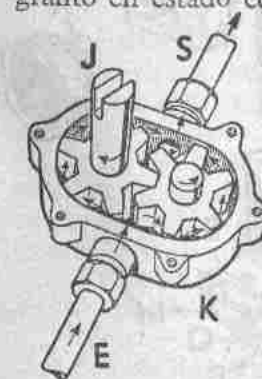

Fig. 136.—Bomba de engranajes.
**DETALLES DE LA LUBRICACIÓN.—Bombas.**—Las más empleadas son las de engranajes (fig. 136): en un pequeño cárter *K* se encierran dos piñones engranados; uno de ellos *J* recibe, por este árbol, movimiento del motor, y arrastra al otro. Al girar como marcan las flechas, los entredientes van recogiendo aceite que entra por *E* y lo pasan a la parte *S* por donde sale forzado a presión.